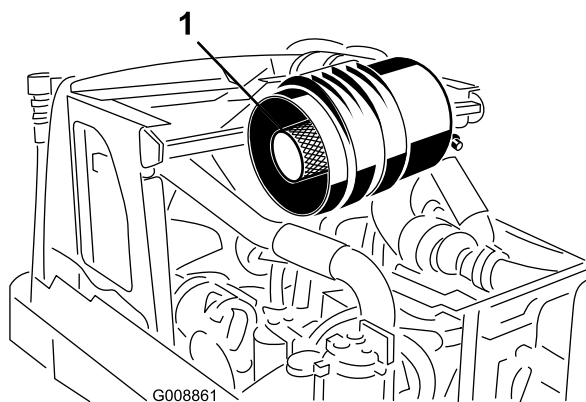

図 60
2. 主フィルタを外す（図 59）。エレメントを洗って再使用しないこと。洗浄によってフィルタの濾紙を破損させる恐れがある。新しいフィルタに傷がついていないかを点検する。特にフィルタとボディーの密着部に注意する。破損しているフィルタは使用しない。安全フィルタは外さないこと（図 60）。
重要 安全フィルタ（図 60）は絶対に洗わないでください。安全フィルタは、1次フィルタの3度目の整備時に新品に交換します。